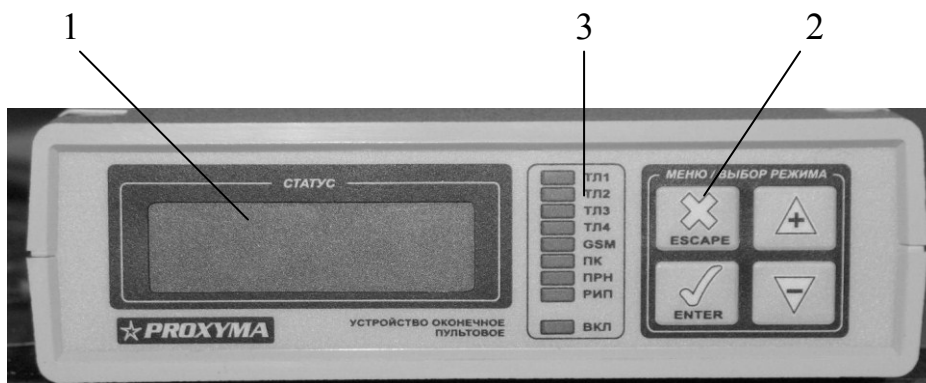
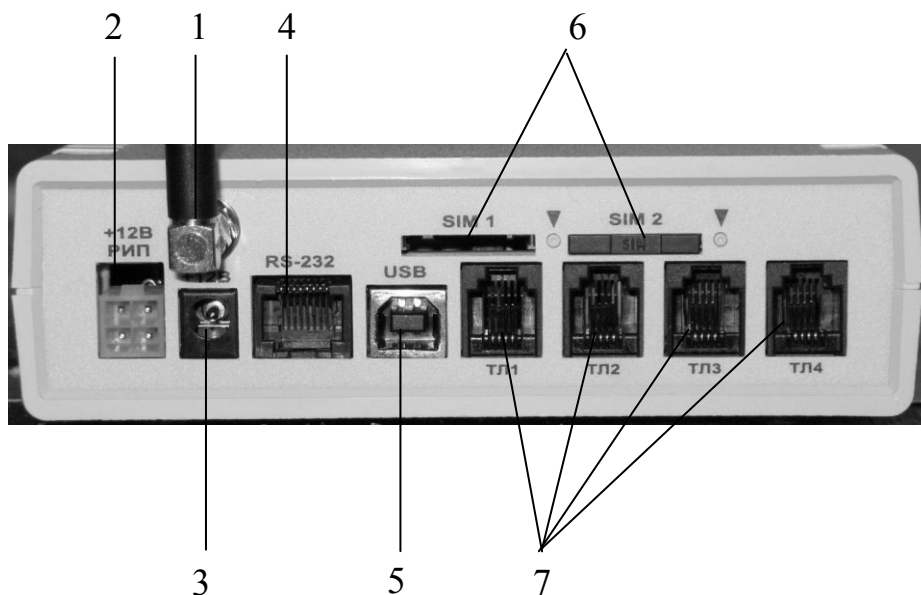

Рисунок 1
Рисунок 2
6.1 УОП-5-GSM состоит из корпуса, лицевой (рисунок 1) и задней (рисунок 2) панелей. На лицевой панели располагаются ЖКИ 1, клавиатура 2 и светодиодные индикаторы 3. Назначение индикаторов приведено в таблице 1.
6.2 На задней панели (рисунок 2) размещены: антенный разъем SMA 1, разъем для подключения РИП 2, цилиндрический разъем источника питания 3, разъем RS-232 4, разъем USB 5, держатели SIM карты 6, разъемы для подключения телефонной линии 7.